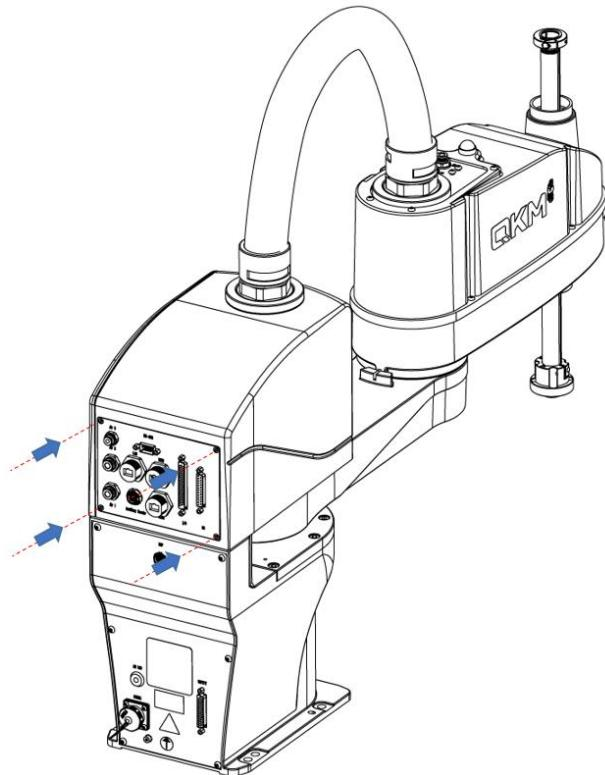

图 4-10 上控制柜接口面板安装示意图
**步骤2** 再使用2.5号扳手将机器人上控制柜接口面板的紧固螺钉进行锁紧（锁紧扭矩为2N·m），如图4-10所示。